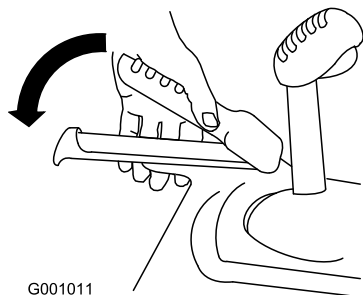

Рисунок 33
- Для включения привода тяги прижмите левый рычаг (тяги) к рукоятке (Рисунок 33).